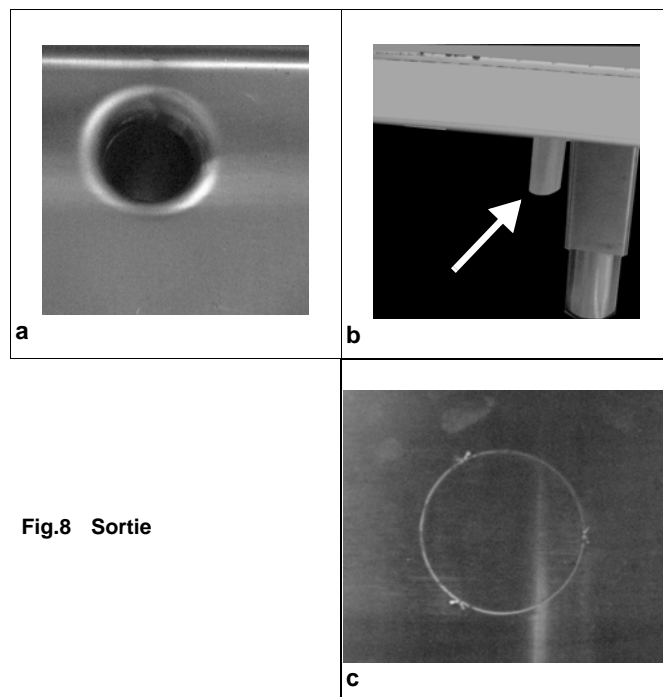

Fig.8 Sortie
- ⇒ Dans ce cas, on le fait passer à travers d'autres orifices pré-perforés (fig. 8.c).